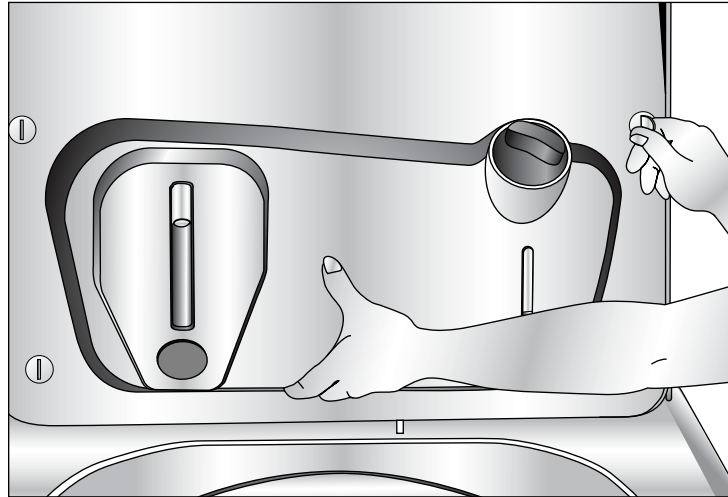

Figure 4
1. Mettre une main sous le dessous du distributeur. À l'aide d'une pièce de 25¢, faire tourner les quatre vis à filets interrompus de 1/4 de tour dans le sens anti horaire (figure 4).